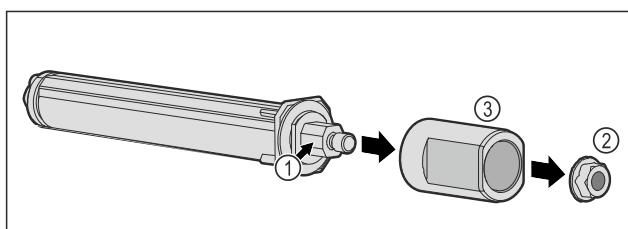

Fig. 54
- Nerozoberajte systém zatvárania dverí Fig. 54 (1).
- Odstráňte maticu Fig. 54 (2).
- Odoberte puzdro Fig. 54 (3).